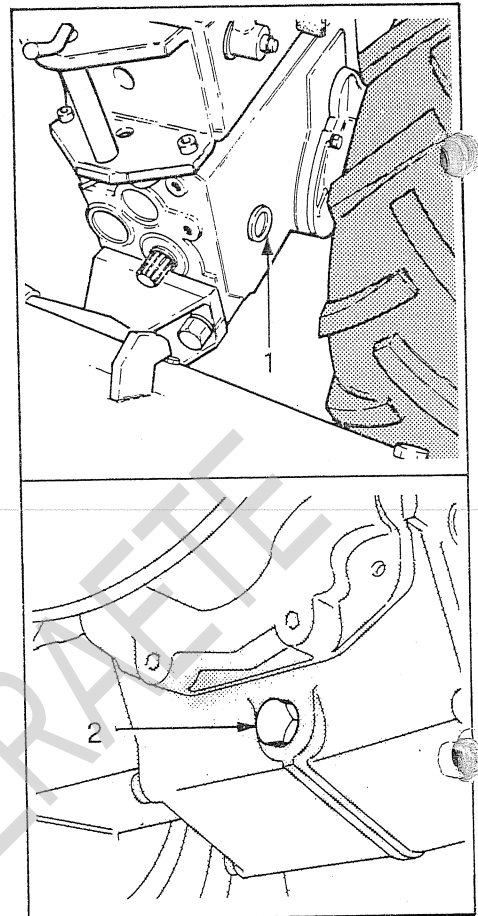

Fig. 15 - Bild 15
Gearbox: check for oil level (see fig. 15). Oil level is correct when oil is close to the sight window (1).
Boîte de vitesse: vérifier le niveau de l'huile (voir fig. 15). Le niveau est correct quand l'huile se trouve à proximité du voyant (1).
Schaltgetriebe: den Ölstand prüfen (siehe Bild 15).
Schaltgetriebe: das Öl wechseln (siehe Bild 15): Die Ablassschraube unter dem Schaltgetriebegehäuse (2). Dann über mindestens 10
Gearbox: change oil (see fig. 15). Remove the drain plug located under the gearbox (2), then let oil drip out for 10 minutes at least. Replace lower plug and refill with fresh oil up to the recommended level, as indicated in the chart "SERVICING".
Boîte de vitesses: changer l'huile (voir fig. 15). Enlever le bouchon de vidange situé au-dessous de la boîte du changement de vitesses (2) laisser égoutter pour 10 minutes moins.